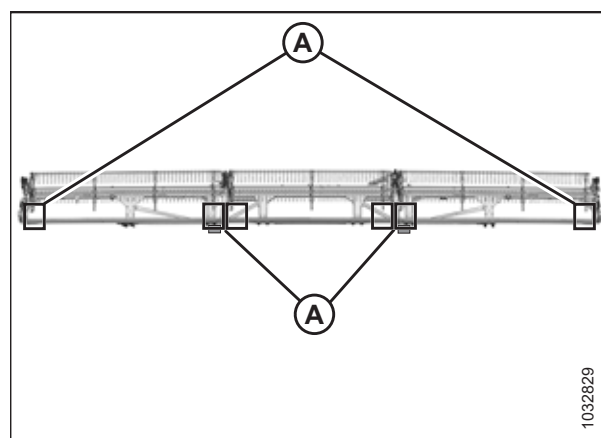

Figure 4.264: Emplacement de mesure FlexDraperMD - Rabatteur triple
- Plateformes à rabatteur triple : Figure 4.264, page 457